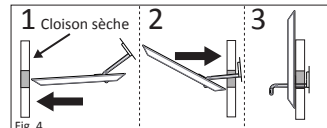

Fig. 4
- Once the bar is completely inside the wall, pull outward/back on the flange and ensure the bar tilts upward behind the wall and straightens upright. The bar should be resting on the back side of the wall and pointing upward with the longest side at the top. (see Figure 4).
12. Une fois la barre complètement insérée dans le mur, tirez la colerette vers l'extérieur/l'arrière et assurez-vous que la barre se redresse puis se stabilise à la verticale derrière le mur. La barre doit s'appuyer à l'arrière du mur en pointant vers le haut, sa partie la plus longue au sommet. (Fig. 4)